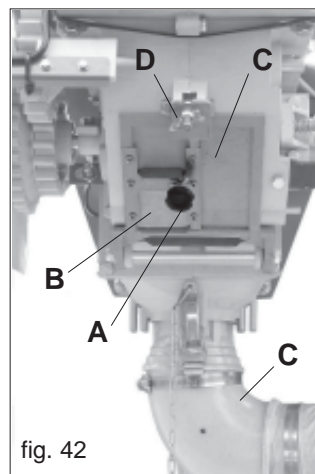
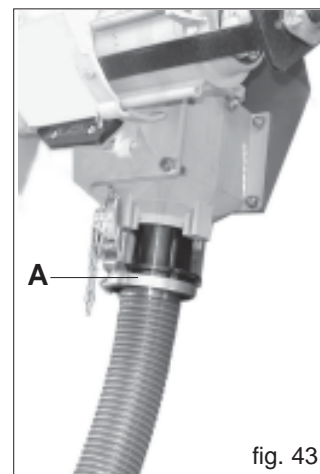

fig. 42
fig. 43
- coloque una bolsa o un recipiente debajo de la puerta de descarga del equipo dosificador, desenrosque el volante (A Fig. 42) para descargar por la puerta (B) el contenido de la tolva. Por último, abra la puerta de descarga (C Fig. 42) desenroscando la tuerca de mariposa (D Fig. 42) para vaciar el contenido que queda en el dosificador;
- Quite la curva (C Fig. 42) situada debajo del canal del inyector, conecte en la misma posición el tubo de recogida entregado con la máquina (A Fig. 43) y en el extremo opuesto del tubo coloque un recipiente de recogida, gire la rueda de transmisión en la dirección de marcha sirviéndose de la manivela.